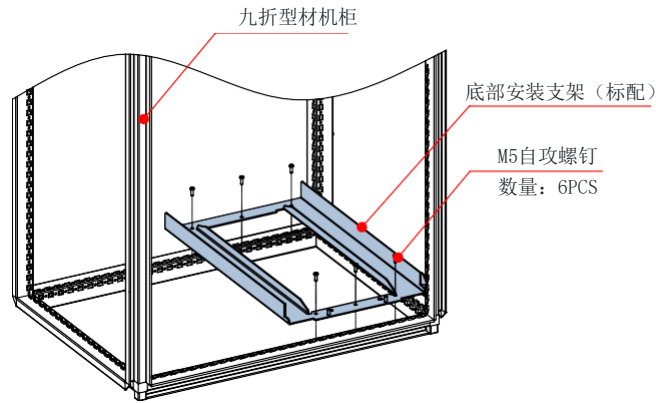

图 3-17 底部安装支架安装示意图
2	在九折型材机内固定好底部安装支架 (如图 3-17)。
- 1、用 6 个 M5 自攻螺钉，按图 3-17 所示把安装支架固定在九折型材机柜框架底座上（安装支架图纸参见“9.4 底部安装支架尺寸”）。